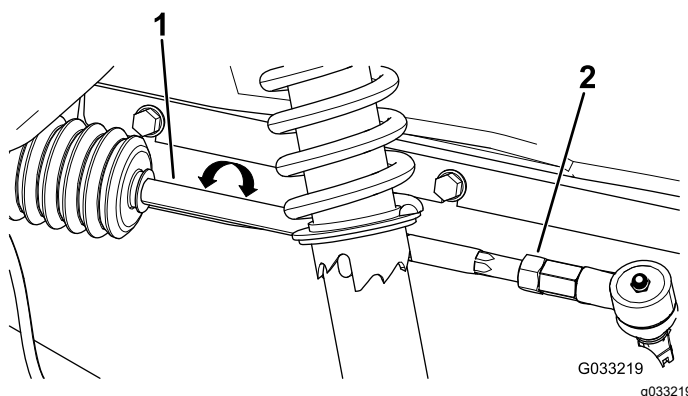

Figura 56
2. Si la distancia no es de 0 mm – 6 mm (0 – ¼"), afloje las contratuercas en el extremo exterior de las bielas (Figura 56).